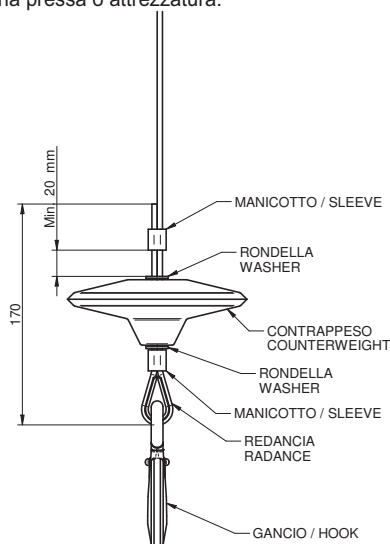

Fig. 4.6
6.1) Fig.4.6 Con dei manicotti a pressare in alluminio, uno inferiore e l'altro superiore (come sulla macchina originale), se si dispone di un'opportuna pressa o attrezzatura.